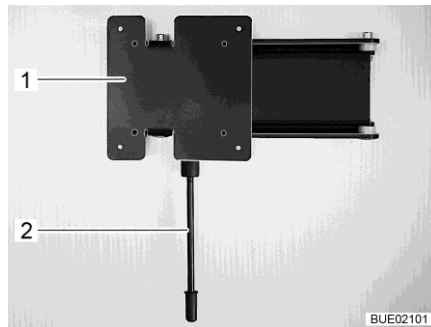

Bild 86 Wandhalterung
- Den Entriegelungshebel (Bild 86,1) nach unten ziehen und die Halterung (Bild 86,2) mit dem Flachbildschirm in die gewünschte Position drehen.